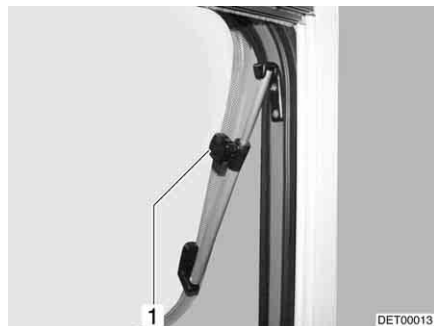

Bild 96 Dachhaube mit Dreh-Ausstellern, geöffnet
- Dachhaube bis zur gewünschten Stellung öffnen und mit Rändelknopf (Bild 96, 1) feststellen.
- Rändelknopf (Bild 96, 1) drehen, bis Arretierung freigegeben wird.